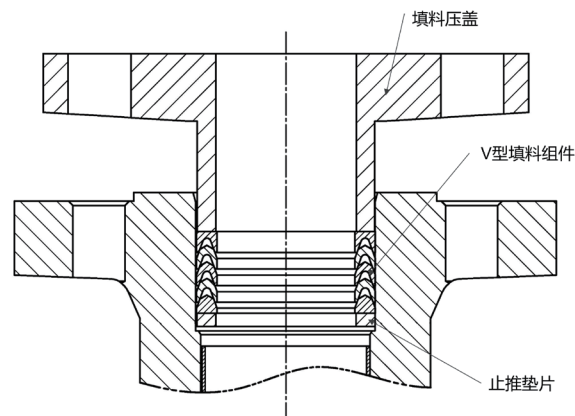

图 7. 标准型的填料结构
- a). 安装新填料部件（见图 7）。安装填料压盖，在螺柱上手动拧紧填料法兰螺母，只要紧到足够阻止泄漏即可。